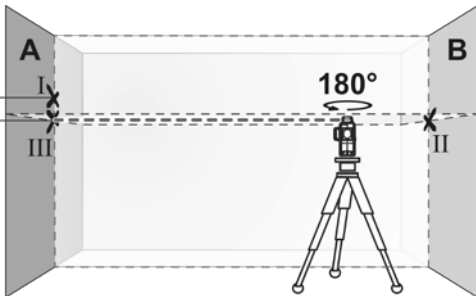

Рисунок 7
3.7.6 Поверніть пристрій на 180°, не змінюючи його висоту. Спрямуйте його на стіну «А» таким чином, щоб вертикальна лазерна лінія проходила через раніше позначену точку «I». Зачекайте, поки промені автоматично вирівнюються, та позначте точку «III» на стіні «А», в якій перетинаються лазерні лінії (дивіться рисунок 7).